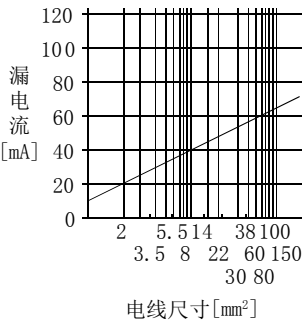

图11.1 CV电缆进行金属接线时每1km的漏电流示例 (Ig1、Ig2)
- Ig1: 从漏电断路器至伺服放大器输入端子为止的电路漏电流 (从图11.1得出)
- Ig2: 从伺服放大器输出端子至伺服电机为止的电路的漏电流 (从图11.1得出)